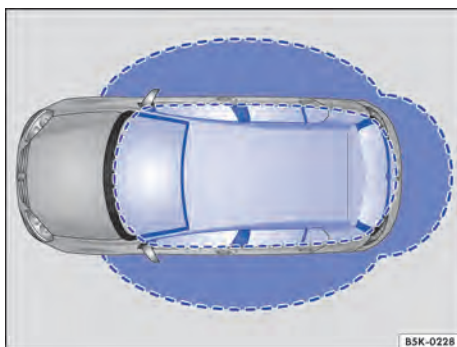

Fig. 64 Sistema de travamento e de partida Keyless Access sem chave: áreas de aproximação.
Sistema de travamento e partida Keyless Access sem chave permite que o veículo seja destravado e travado sem a utilização ativa da chave. Para isso, é preciso haver uma chave do veículo válida na área de aproximação do veículo → Fig. 64. Ao tocar a superfície do sensor nas maçanetas das portas dianteiras → Fig. 65 ou ao tocar no logo Volkswagen na tampa do compartimento de bagagem → Página 92, o veículo ou a tampa do compartimento de bagagem é destravado ou travado → ❶.
Quando o veículo está travado e uma chave do veículo válida se encontra na faixa de proximidade → Fig. 64 da tampa do compartimento de bagagem, esta destrava automaticamente ao ser aberta.